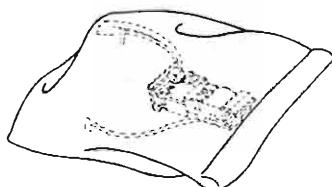

Abb. 12a
11. Behandlung der Lasereinheit (Abb. 12a ... 12f)